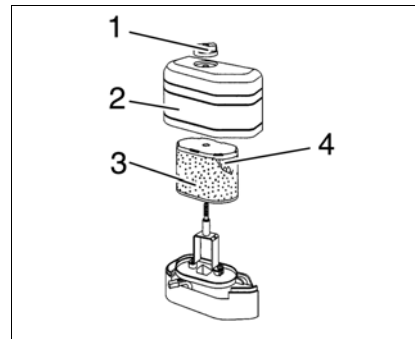

Fig.22 Componentes do filtro de ar
- Abra o manípulo (Fig. 22/1) e remova a cobertura (Fig. 22/2).
- Remova o pré-filtro e o filtro (Fig. 22/3 + 4) puxando-o e proceda à sua limpeza/substituição conforme necessário.